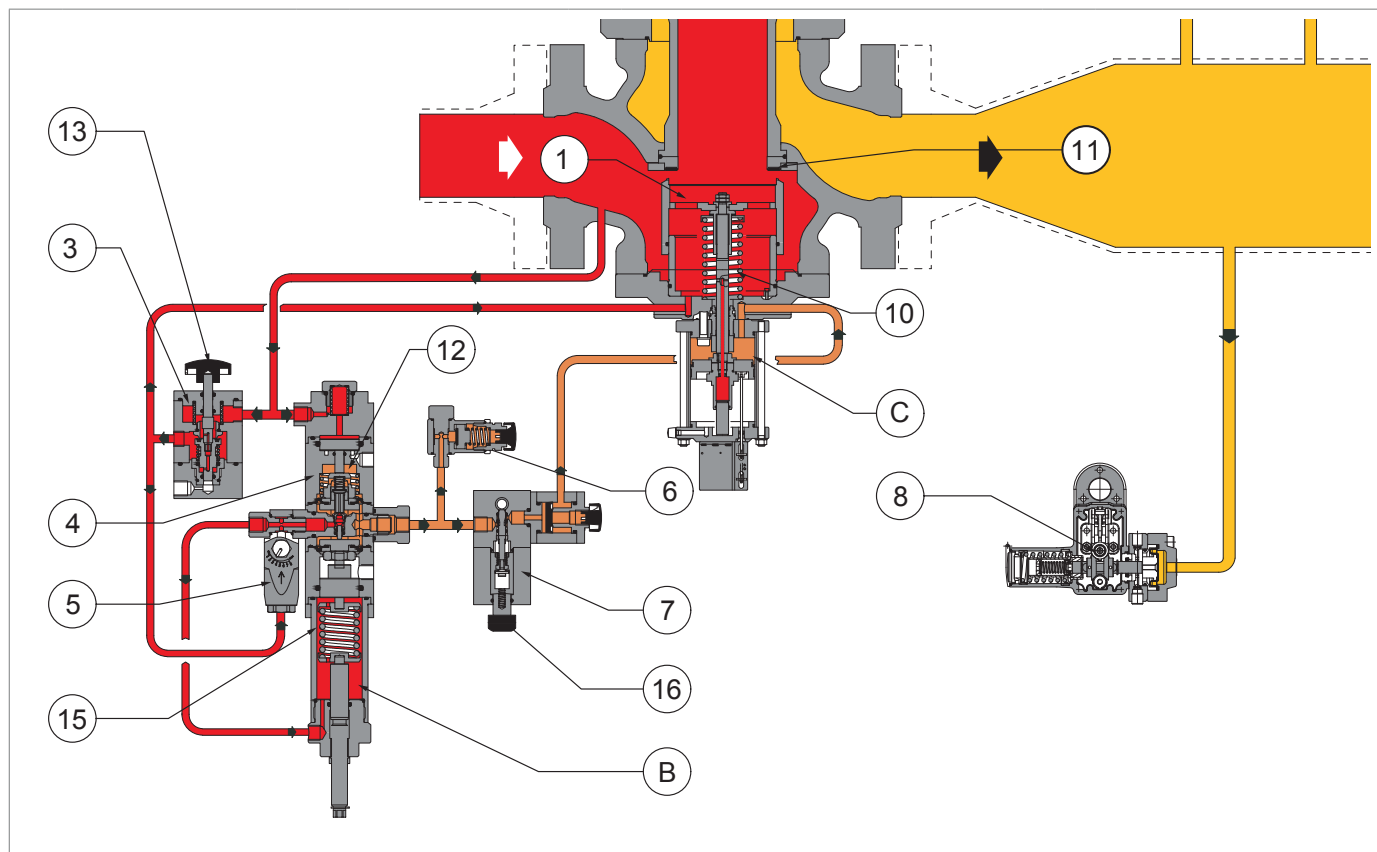

Fig. 4.12. REFLUX 819/FO con válvula de bloqueo incorporada HB/97
La válvula de bloqueo HB/97 incorporada consta de (véase Fig. 4.12):
El dispositivo LINE OFF 2.0 (3) consta de (véase Fig. 4.12):